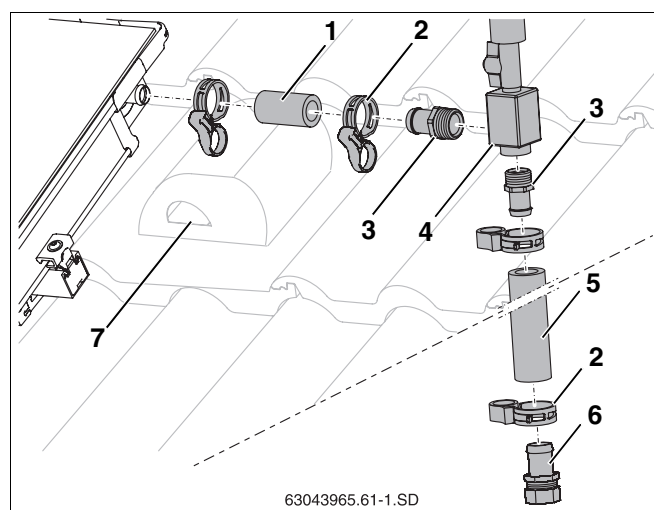

Рис. 57 Подключение воздушного клапана на крыше
- Надеть короткий шланг (55 мм, рис. 57, поз. 1) на штуцер подключения подающей линии коллектора и зажать пружинным хомутом.
- Завернуть наконечники R $\frac{3}{4}$  с кольцом (рис. 57, поз. 3) в воздухоосборник (рис. 57, поз. 4).
- До упора вставить наконечники (рис. 57, поз. 3) в шланги (рис. 57, поз. 1 и 5) и зажать пружинными хомутами (рис. 57, поз. 2).
- Вставить наконечник с зажимным кольцом (рис. 57, поз. 6) в шланг солнечного коллектора до упора и зажать пружинным хомутом.
- Провести шланг солнечного коллектора вместе с кабелем датчика через черепицу с вентиляционным отверстием (рис. 57, поз. 7) и изоляцию кровли.
- Подключить сборную линию к наконечнику шланга с зажимным кольцом (18 мм) (рис. 57, поз. 6).